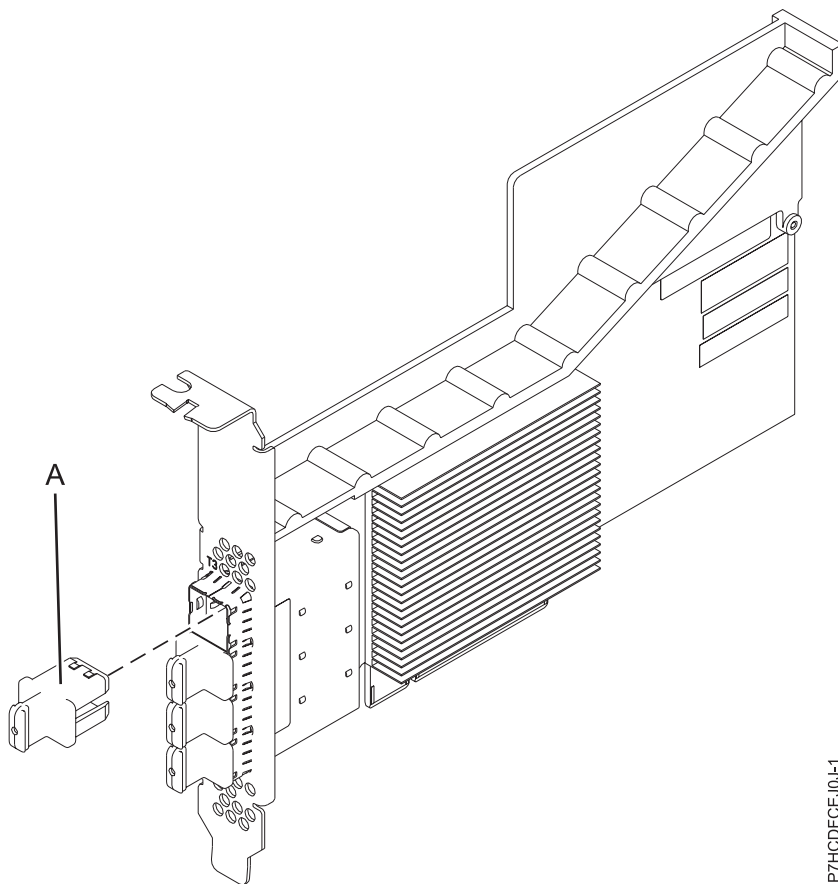

Figura 14. Adaptador de porta PCIe3 4 x8 SAS
O adaptador de porta PCIe3 4 x8 SAS é um adaptador PCI Express PCIe, de terceira geração, RAID SAS que possui um low profile, fator de forma curto, mas oferecido para instalação full height. O adaptador é usado em aplicativos serial attached SCSI (SAS) de alto desempenho e alta densidade. Ele suporta a conexão de DVD SAS ou fita SAS usando quatro mini conectores SAS x4 de alta densidade (HD) que permitem que os links físicos sejam usados em várias configurações de portas estreitas e amplas. A conexão de fita SAS é suportada somente em uma configuração de adaptador único e não pode ser combinada com o disco SAS no mesmo adaptador. O adaptador não possui cache de gravação. Figura 14 na página 42 mostra o adaptador de porta PCIe3 4 x8 SAS.
O Figura 14 na página 42 mostra o adaptador. O plugue do conector (A) está instalado em uma porta vazia e evita danos a essa porta sempre que um cabo para os conectores de porta adjacente é plugado ou removido.